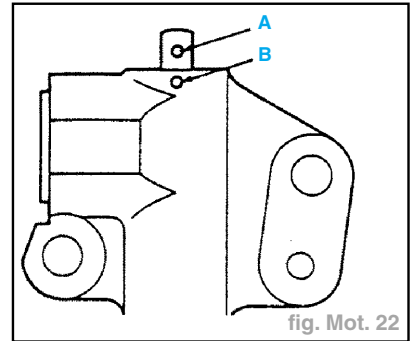

fig. Mot. 22
- comprimer la tige de poussée le plus lentement possible pour faire coïncider le trou **A** dans la tige de poussée avec le trou **B** dans le cylindre du tendeur (fig. Mot. 22)